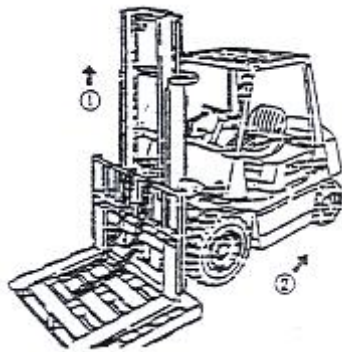

Рисунок 2-23
- (1) Поместите паллет на вилы погрузчика и поставьте его на ровную поверхность.
- (2) Опустите вилы, чтобы паллет коснулся земли
- (3) Отсоедините верхнее крепление цепи и снимите цепь с колеса.
- (4) Поднимите внутреннюю мачту (Поз. 1 на Рис. 2-23)
- (5) Сдайте на погрузчике назад после подтверждения того, что рама ви́л была отсоединена от внутренней мачты (Поз. 2 на Рис. 2-23).
- (6) Замените главный ролик.